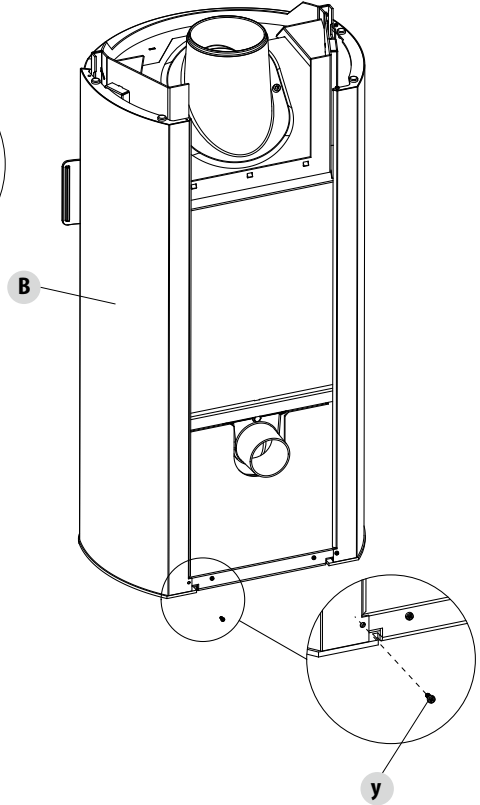

ABB. 6 - SEITLICHE PLATTE - OBERE SCHRAUBE "Y"
- Die Schraube "y" auf der Rückseite unten am Ofen entfernen (Abb.6)